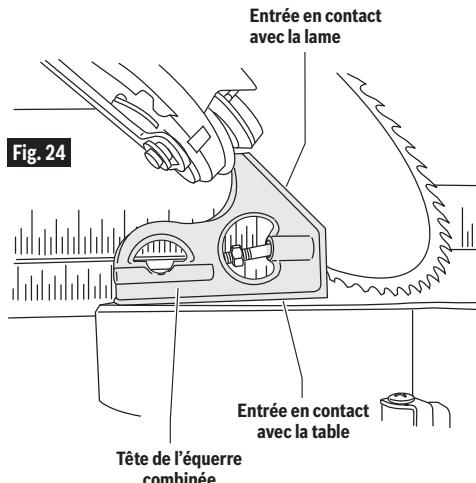

Fig. 24
- Utilisez une équerre combinée pour vous assurer que la lame est à un angle de 45° par rapport à la table. Retirez la lame de la règle de l'équerre combinée. Placez seulement la tête de l'équerre combinée sur la table de la scie de façon que son côté plat long repose sur la table et que son côté à 45° soit contre la lame inclinée (voir Figure 24).
- Tout en tournant le boulon « F », regardez la lame s'incliner – tournez « F » jusqu'à ce que la plaque de la lame de scie soit totalement en contact avec le côté à 45° de la tête de l'équerre (voir Figure 24).